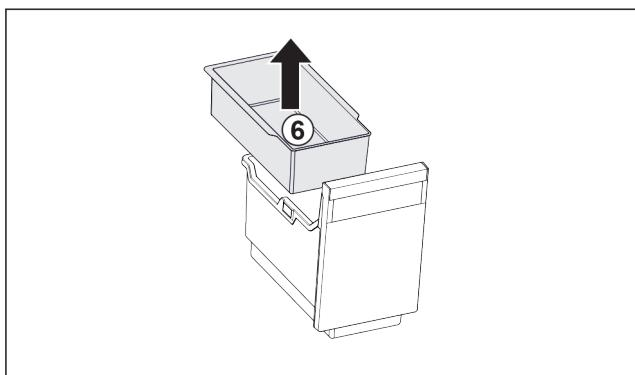

Fig. 100
- Einhängegeschale Fig. 100 (6) entnehmen.